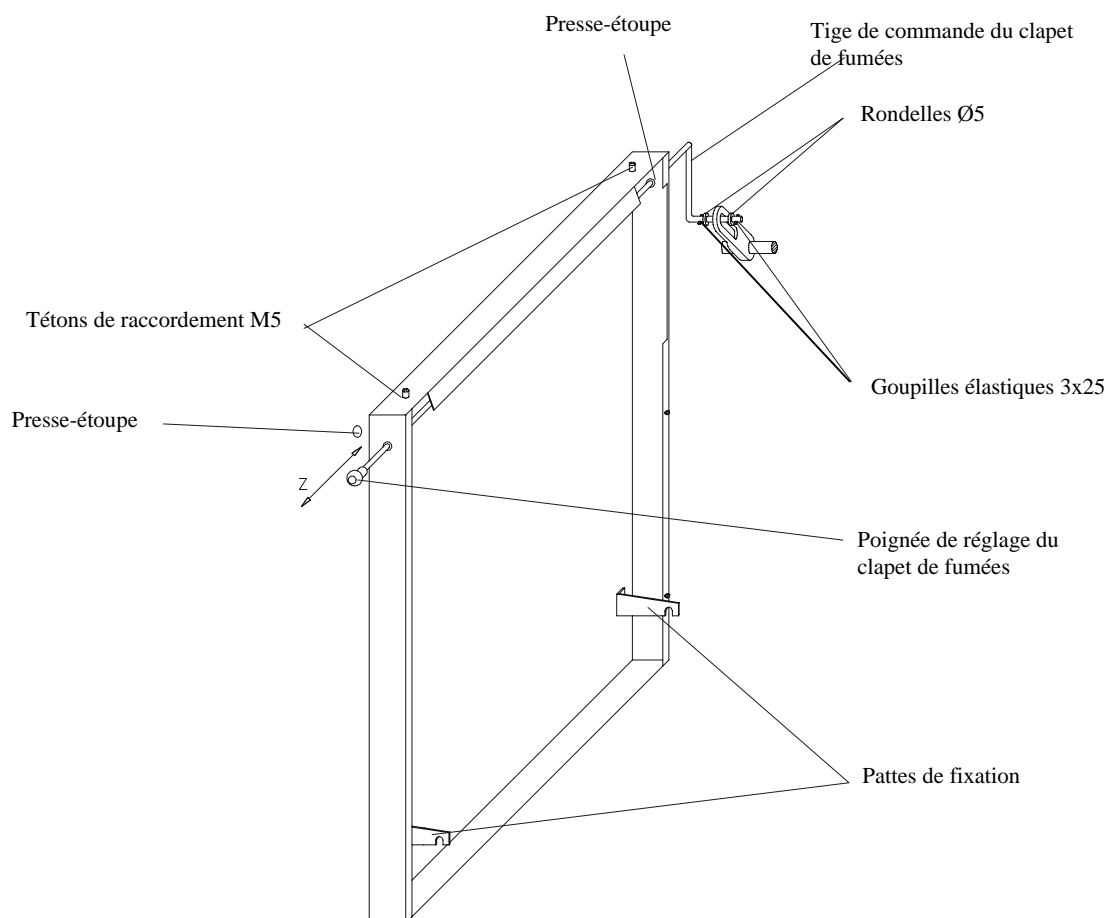

Fig. 9 Paroi latérale gauche
2. En se reportant à la figure 9,